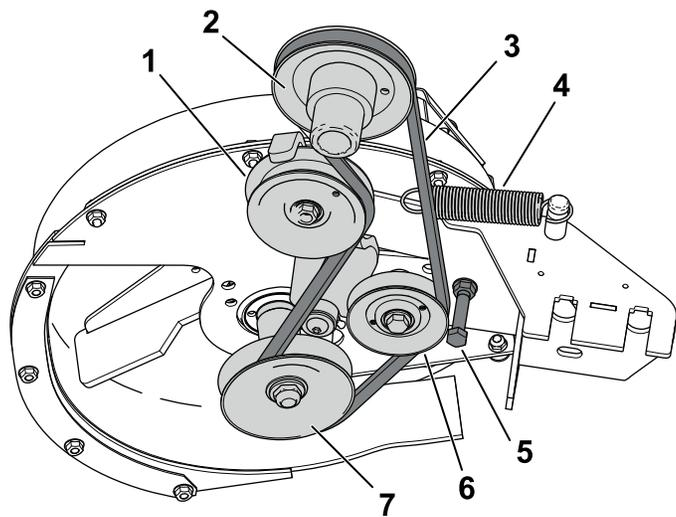

Figura 56
3. Afloje o retire la guía de la correa (Figura 56).
4. Tire hacia atrás de la polea tensora tensada con muelle para aliviar la tensión de la correa (Figura 56).
6. Instale la correa nueva alrededor de la polea del soplador (Figura 56).
7. Apriete o instale la guía de la correa (Figura 56).